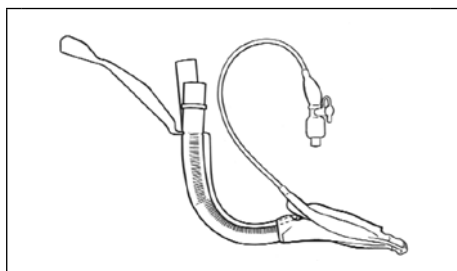

Рис. 3. LMA ProSeal™ с установленным LMA ProSeal™ Introducer месте.
- В скобу для LMA ProSeal™ Introducer также можно вставить указательный или большой палец при введении вручную (см. рис. 3).